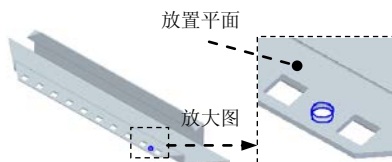
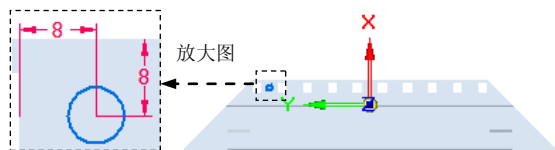

图 8.13.53 孔特征 1
图 8.13.54 截面草图
Step9. 创建图 8.13.53 所示的孔特征 1。
(1) 选择命令。单击“主页”功能选项卡“钣金”工具栏中的“打孔”按钮.
(2) 定义孔的参数。单击按钮，在“类型(T):”下拉列表中选择“简单孔”选项，在“单位(U):”下拉列表中选择“毫米”选项，在“直径(D):”下拉列表中输入值 6，在“延伸”区域选择延伸类型为（全部穿透），单击“确定”按钮，完成孔参数的设置。
(3) 定义孔的放置面。选取图 8.13.53 所示模型表面为孔的放置面，放置孔并定义孔的位置如图 8.13.54 所示，退出草图绘制环境。